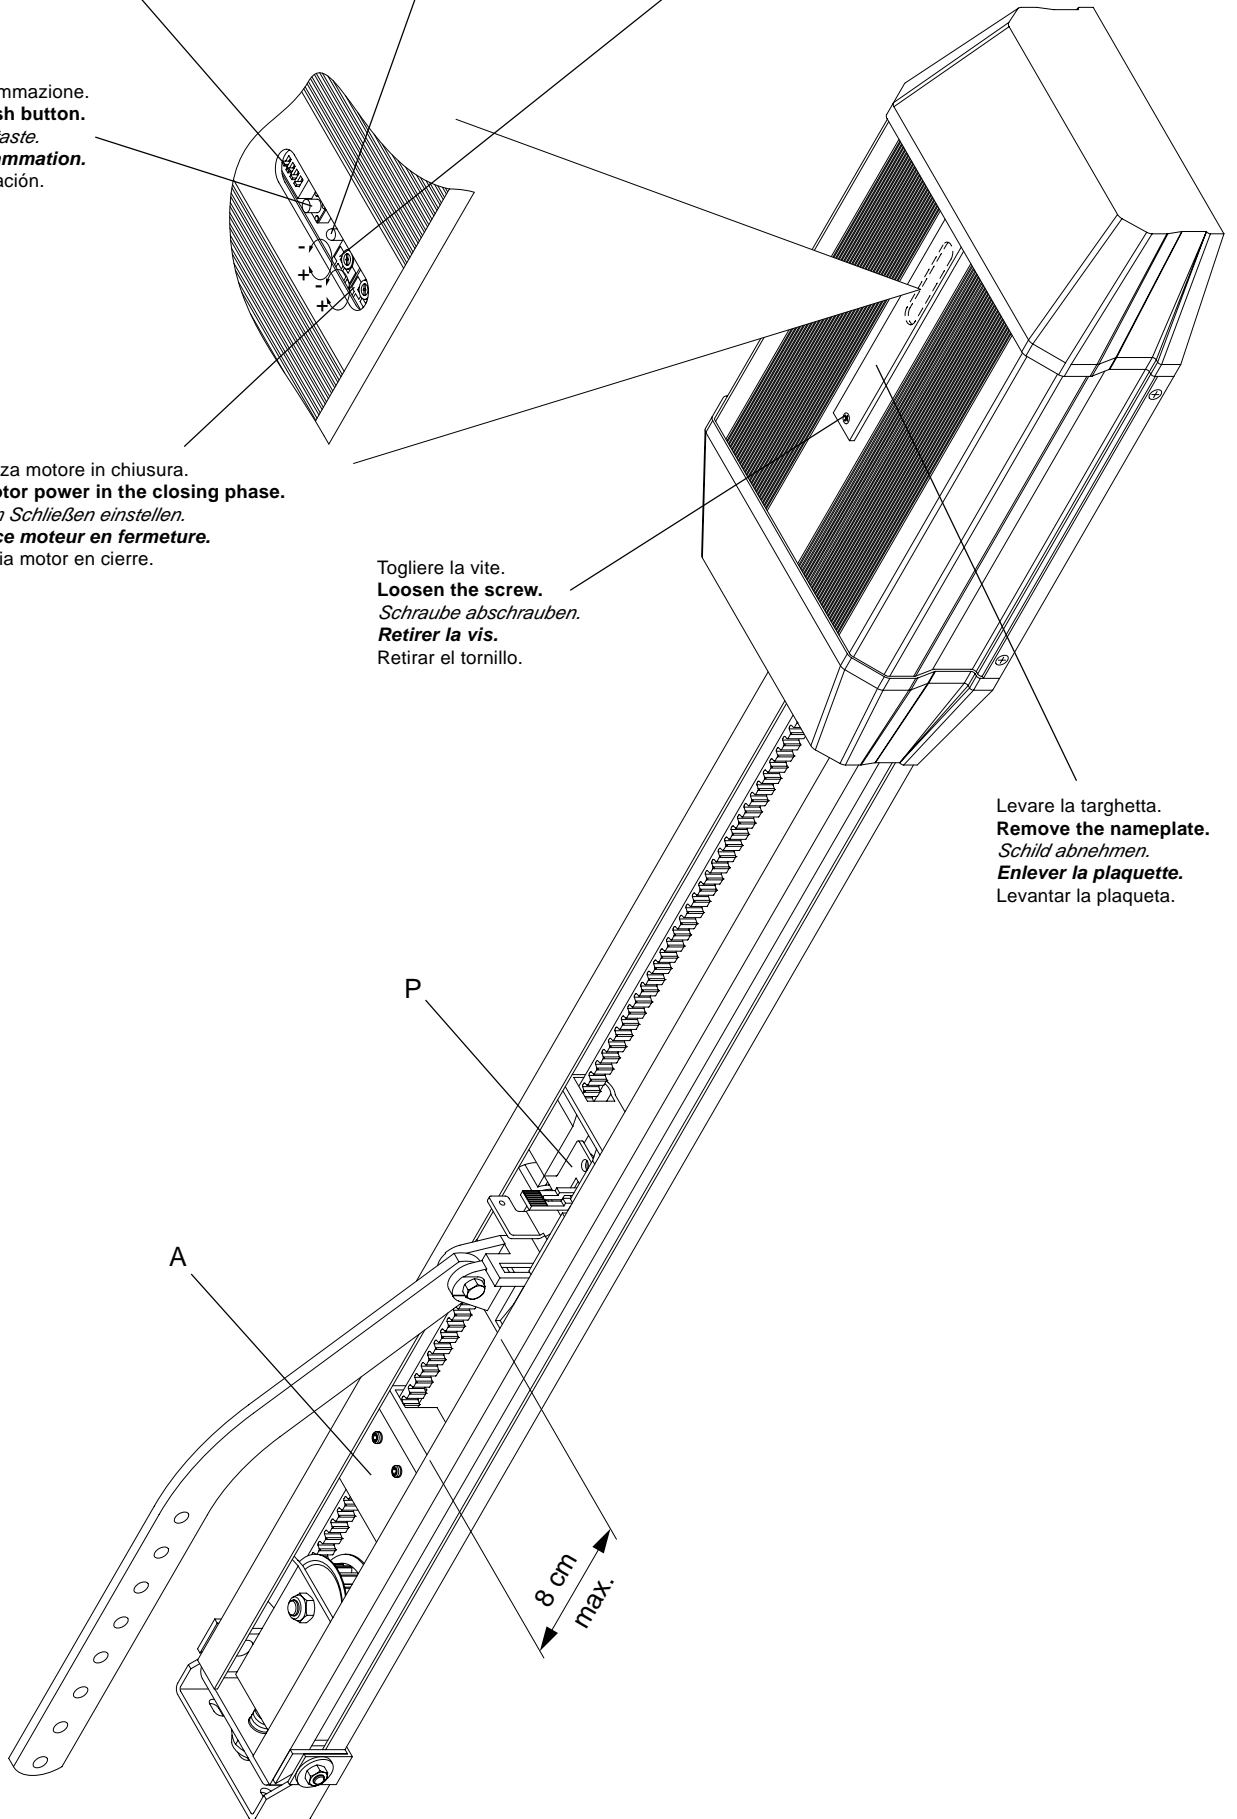

Fig.8
Per accedere alla schedina di programmazione vedi fig.8.
N.B.: Una volta effettuata la taratura della corsa, posizionare gli arresti A al massimo a 8 cm dal punto in cui si è fermato il pattino P (fig.8).
To gain access to the programming card, see fig. 8.
N.B.: Once the stroke has been adjusted, position the stoppers A to the maximum, at 8 cm from the stopping point of the slide (fig. 8).
Zum Gebrauch der Programmierkarte siehe Abbildung 8.
N.B.: *Nachdem der Hub geeicht worden ist, die Endanschläge A in einem maximalen Abstand von 8 cm von der Stelle an der der Gleitschuh P anhält, positionieren (Abb. 8).*
Pour accéder à la carte de programmation voir la fig.8.
N.B.: *Après avoir effectué l'étalonnage de la course, mettre en place les arrêts A au maximum à 8 cm du point où le patin P s'est arrêté (fig.8).*
Para acceder a la tarjeta de programación ver fig.8.
N.B.: Una vez efectuado el ajuste de la carrera, colocar los topes A como máximo a 8cm del punto en el cual se ha parado el patín P (fig.8).
Per sbloccare l'automazione e procedere alla manovra manuale è sufficiente tirare il pomello P (fig.9) verso il basso. Per tornare poi al funzionamento automatico spingere la levetta L (fig.8) verso la porta e dare un impulso di apertura o chiusura all'automazione che si ripristinerà.
To release the automatic system and proceed to the manual operation, it is sufficient to pull the knob P (fig. 9) downwards. To switch to the automatic mode again, push the level L (fig. 8) towards the door and give an impulse control for the opening and closing of the system.
Um die automatische Vorrichtung freizusetzen und sie manuell betätigen zu können, genügt es den Kugelgriff P (Abb. 9) nach unten zu ziehen. Um auf die automatische Bedienung zurückzuschalten, den Hebel L zur Tür drücken (Abb. 8) und den Steuerbefehl zum Öffnen oder Schließen der automatischen Vorrichtung geben, die somit auf automatisch zurückschaltet.
Pour déverrouiller l'automatisme et effectuer la manœuvre manuelle il suffit de tirer le pommeau B (fig.9) vers le bas. Pour retourner au fonctionnement automatique pousser le levier L (fig.8) vers la porte et donner une impulsion d'ouverture ou de fermeture à l'automatisme qui se restaurera.
Para desbloquear la automatización y proceder a la maniobra manual basta tirar de la empuñadura P (fig.9) hacia abajo. Para volver seguidamente al funcionamiento automático, empujar la palanquita L (fig.8) hacia la puerta y dar un impulso de apertura o cierre al automatismo el cual se restaurará.